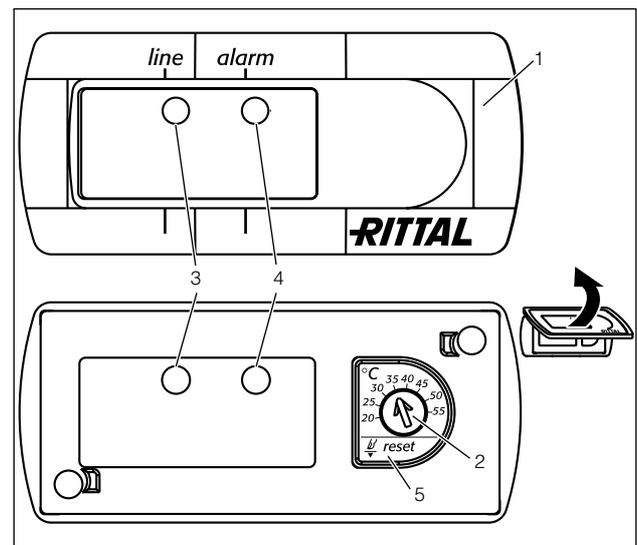

Fig. 14 : Régulateur basic
Le régulateur basic assure la surveillance et la régulation de l'échangeur thermique air/eau. Le témoin lumineux vert signale la mise sous tension et le fonctionnement normal de l'appareil, le témoin rouge signale un défaut (voir Fig. 14, n° 3 et 4) :
- Maintenir la touche caoutchoutée du potentiomètre (voir Fig. 14, pos. 5, page 17) en position appuyée pendant que vous remettez l'appareil sous tension et continuer à maintenir la touche (5) en position appuyée pendant encore 10 secondes (accès au potentiomètre, voir paragraphe 6.1.3).
- Régler la température de consigne sur la valeur souhaitée à l'aide du bouton de réglage (page 17, Fig. 14).